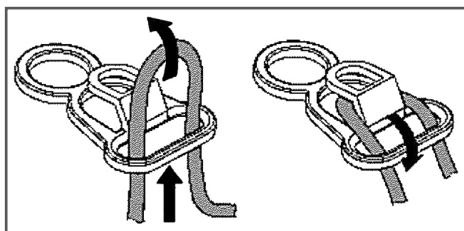

Рис. 9 Крепление кабеля удлинителя
- При использовании удлинителя закрепите кабель в кронштейне на рукоятке управления так, как показано на рис.9.